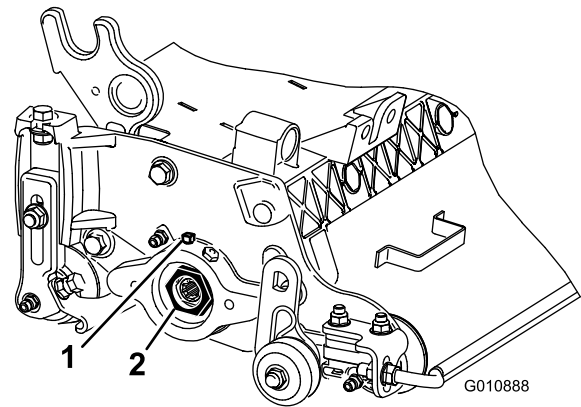

Figura 17
A. Afloje el tornillo de fijación exterior que sujeta la tuerca de ajuste del cojinete al alojamiento del cojinete situado en el lado izquierdo de la unidad de corte (Figura 17).